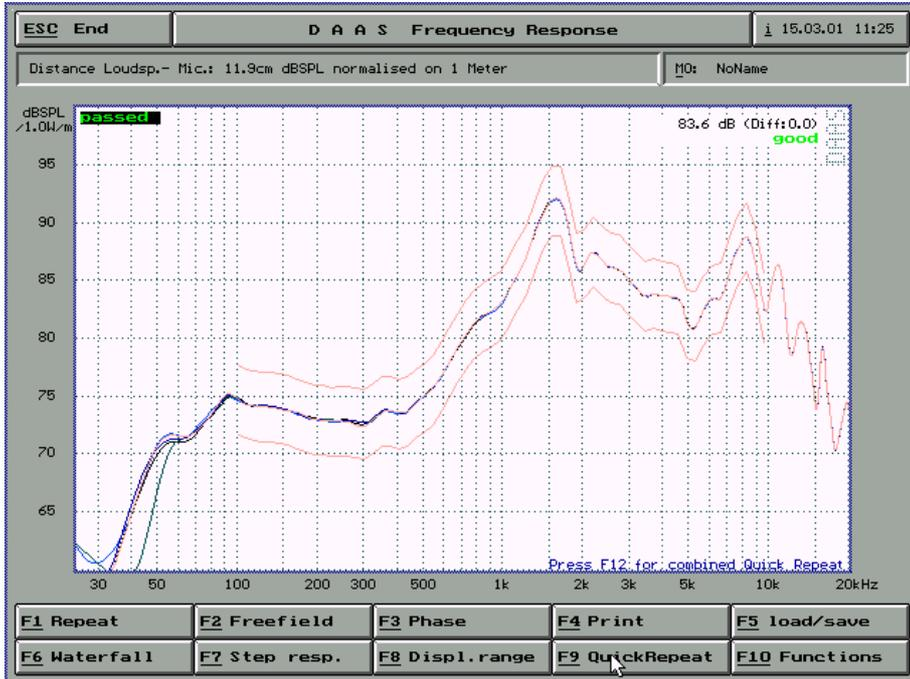

图 10-11
- 9) 按F9 QuickRepeat即可快速测量产品，如图10-11查看曲线是否符合范围，如果符合则左上角会出现passed字样，右上角出现相位是否通过的字样。